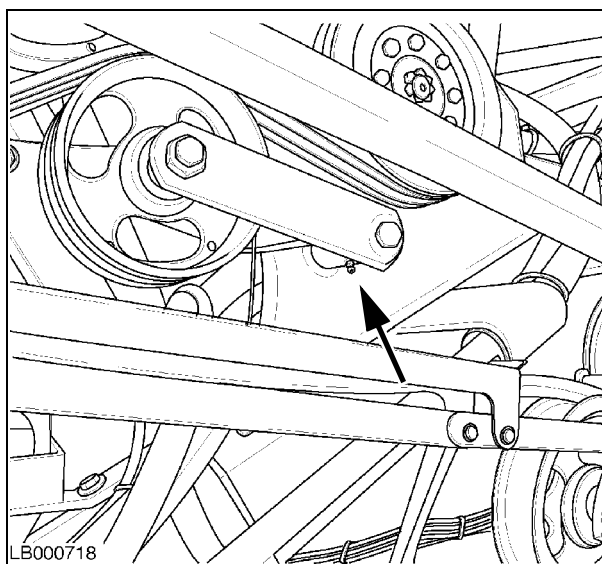

Рис. 48
37. РЫЧАГ НАТЯЖНОГО УСТРОЙСТВА ПРИВОДНОГО РЕМНЯ ГИДРОСТАТИЧЕСКОГО НАСОСА - Рис. 48